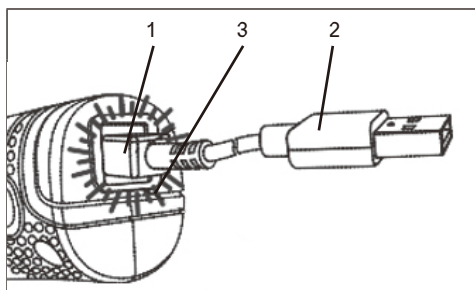

Fig. 1
1. Pour charger la batterie, branchez l'extrémité magnétique du câble de chargement (1) dans la prise correspondante sur la base de la poignée du tournevis (Fig. 1).
2. Branchez le câble de chargement (2) dans n'importe quel port USB tel qu'un ordinateur, un chargeur de téléphone cellulaire, un cube ou même une voiture (Fig. 2). Le voyant DEL (3) situé sur la base de la poignée du tournevis s'allume EN ROUGE lorsque la batterie est chargée (Fig. 1). La DEL s'allume EN VERT lorsque la batterie est complètement chargée.